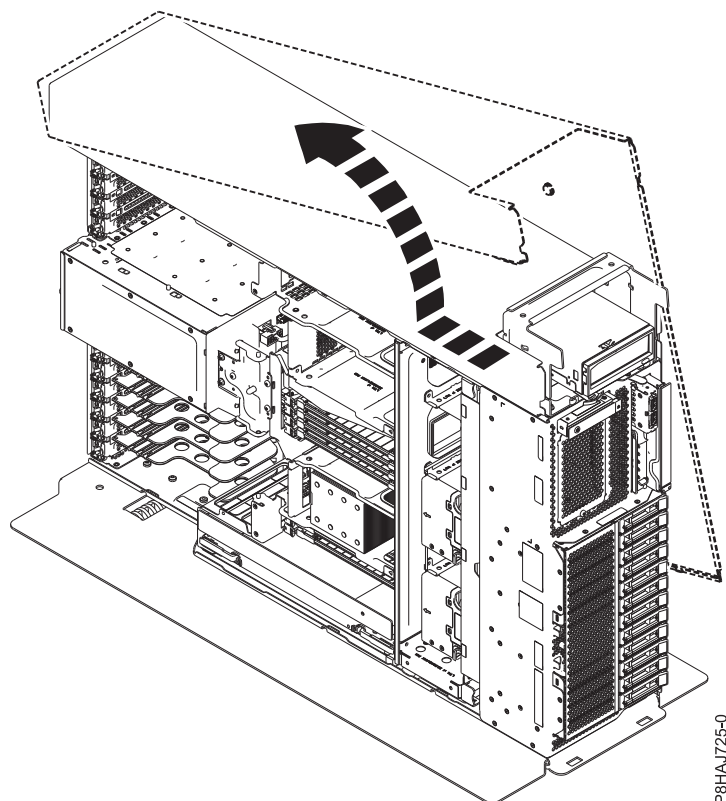

図 19. 8286-41A のサイド・カバーの取り外し
5. サイド・カバーを、図 19 に示されている方向へスライドさせて、システムから外します。